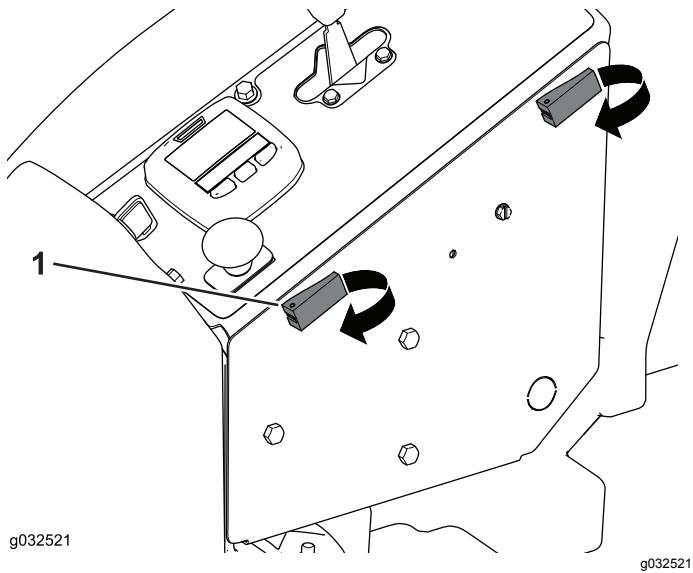

Figura 40
1. Gire los cierres de expansión y abra el compartimento de controles del operador (Figura 40).